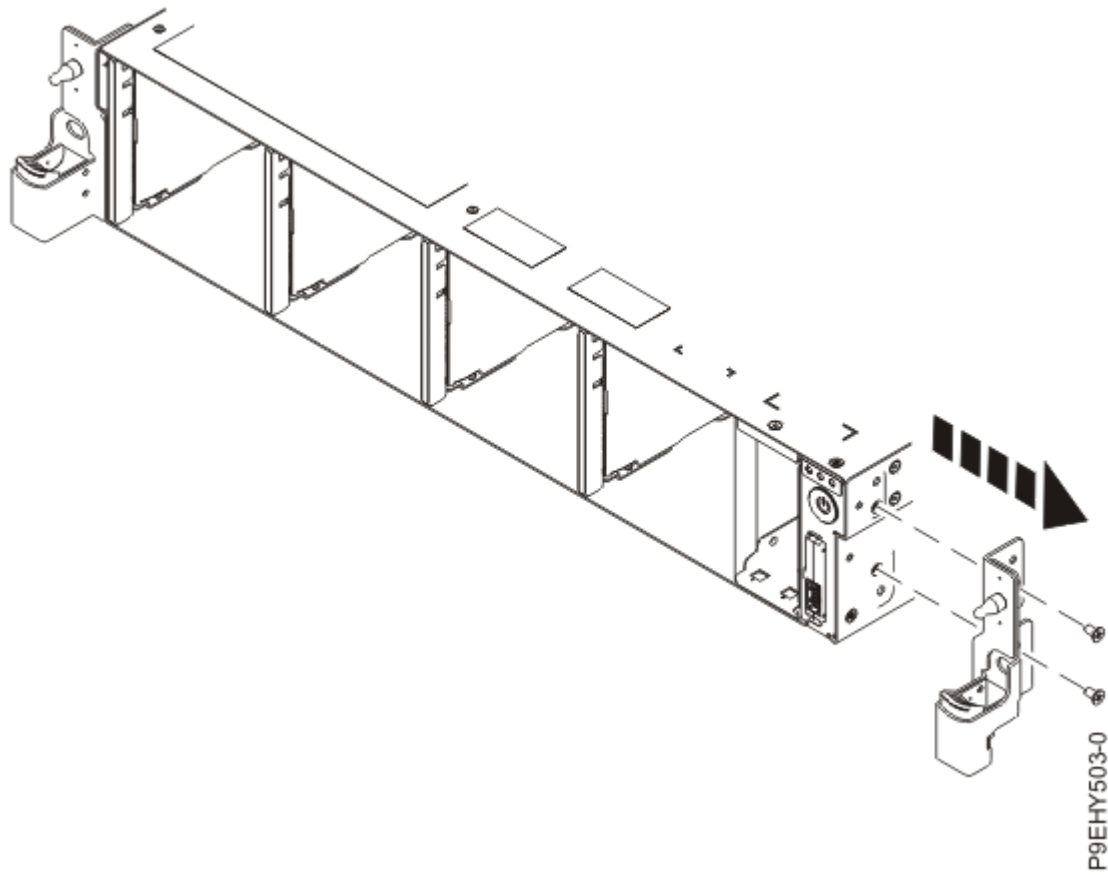

Figura 104. Extracción del soporte de instalación del bastidor
6. Extraiga el soporte de instalación del bastidor de la parte lateral del sistema, como se muestra en la Figura 104 en la página 120.